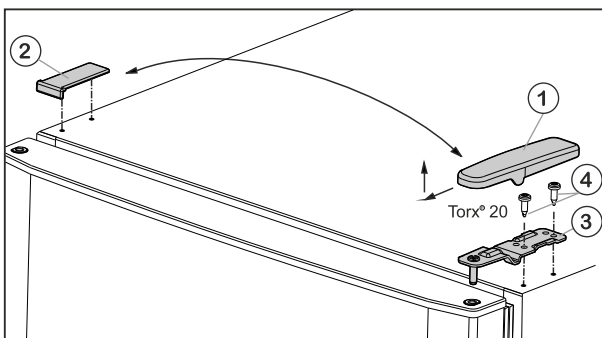

Fig. 5
- ▶ Відведіть кришку Fig. 5 (1) вперед і вгору.
- ▶ Зніміть кришку Fig. 5 (2).
- ▶ Викрутіть верхній опорний кронштейн Fig. 5 (3) (2 шт. Torx® 20) Fig. 5 (4) і відведіть вгору.
- ▶ Встановіть верхній опорний кронштейн Fig. 5 (3) в дверцята на новий бік шарніра.
- ▶ Прикрутіть верхній опорний кронштейн (**з моментом 4 Нм**) гвинтами (2 шт. Torx® 20) Fig. 5 (4). У разі необхідності скористайтеся акумуляторним гвинтокрутом.
- ▶ Встановіть і зафіксуйте кришку Fig. 5 (1) з протилежного боку ззовні.
- ▶ Також встановіть згори і зафіксуйте кришку Fig. 5 (2) з протилежного боку.